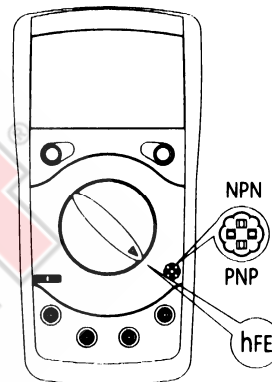

Рис.7
**E. Измерение hFE транзисторов (рис.7)**